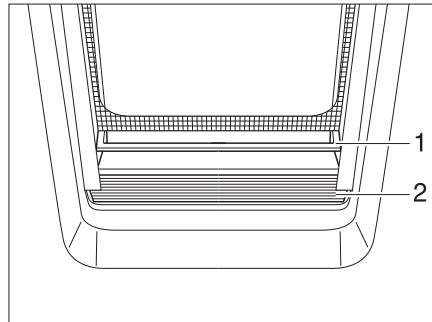

Bild 54 Faltverdunklung
- Die Faltverdunklung (Bild 54,2) in der Mitte der Griffleiste (Bild 54,1) fassen, von unten nach oben ziehen und auf der gewünschten Höhe loslassen. Die Faltverdunklung bleibt in dieser Höhe stehen.